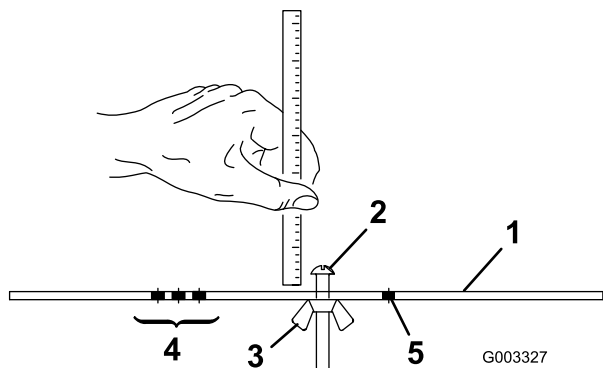

Figura 24
2. Allentate il dado sulla barra di misura (Figura 24) e posizionate la vite di regolazione all'altezza di taglio opportuna.